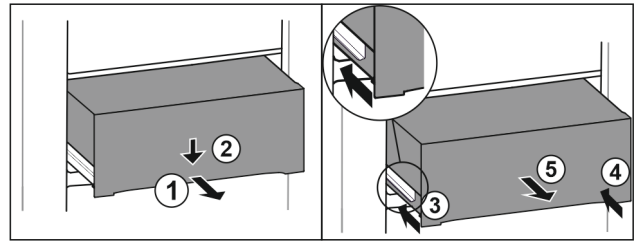

Fig. 82
- Schubfach halb herausziehen. Fig. 82 (1)
- Schubfach an der Vorderseite nach unten drücken. Fig. 82 (2)
- Linke Schiene etwa 2 cm einschieben. Fig. 82 (3)
- Rechte Schiene etwa 2 cm einschieben. Fig. 82 (4)
- Schubfach nach vorne entnehmen. Fig. 82 (5)